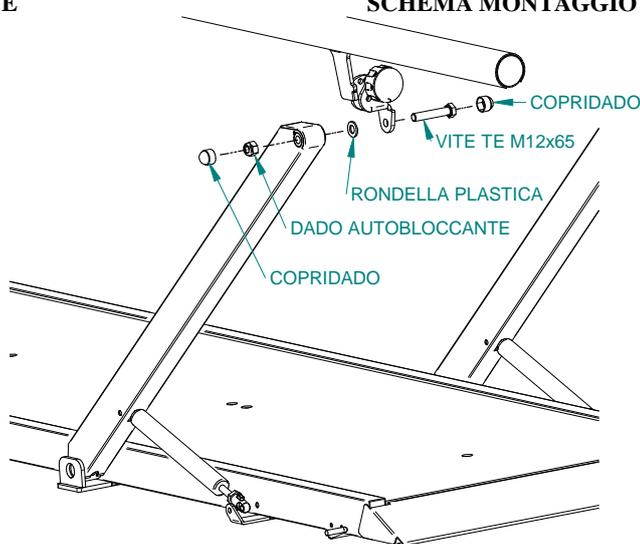

Fig. 3
6. Installare i corrimani con l'apposita ferramenta: serrare il dado autobloccante senza impedire la regolazione fluida dell'altezza (Fig.3).